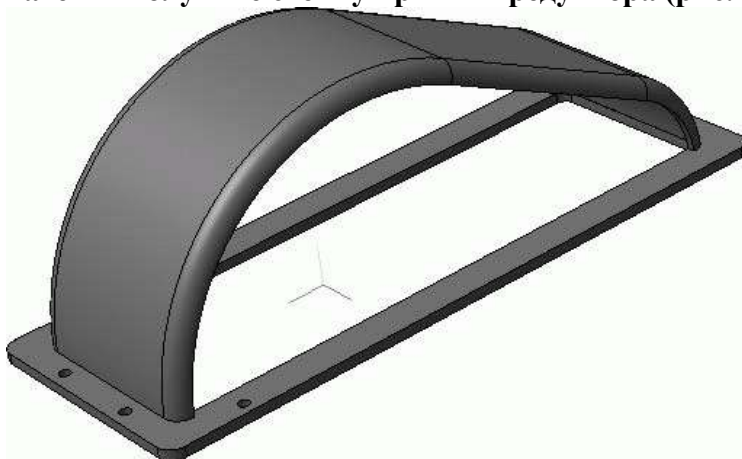

Рис. 3.97. Начало формирования крышки редуктора
5. Выполните кинематическую операцию. Убедитесь, что в группе кнопок Движение сечения нажата кнопка Сохранять угол наклона. Сразу сделайте невидимой эскиз-траекторию (команда контекстного меню Скрыть в дереве построений). В результате вы получите стенку крышки редуктора (рис. 3.97).